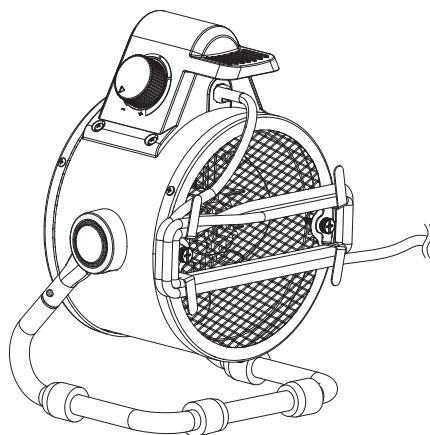

Figura 3
3. O cabo de alimentação pode ser enrolado nos ganchos quando o aparelho não está a ser utilizado, como na figura 3.